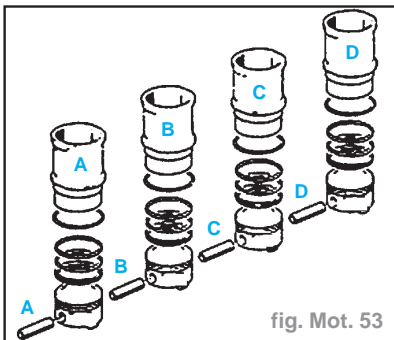

fig. Mot. 53
- Le dépassement correct obtenu, reformer les ensembles **A, B, C, D** puis numéroter les chemises, les pistons et les axes de pistons de 1 à 4 (n°1 côté volant-moteur) de façon à retrouver en concordance la bielle correspondante (fig. Mot. 53).